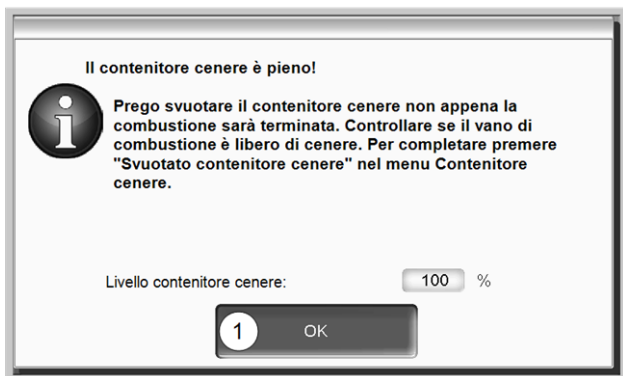

Abb. 2-49
- ▶ Confermare l'avviso sul display con **OK**. 1> Abb. 2-49